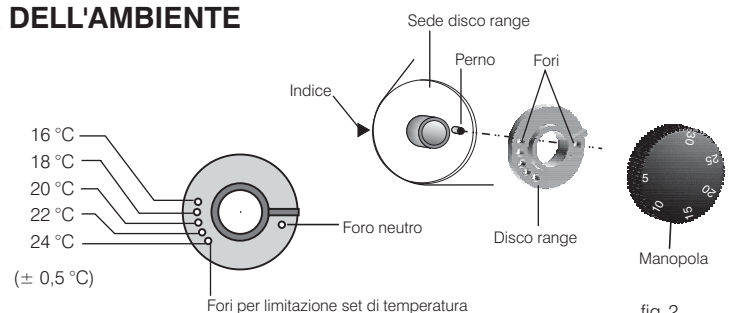

fig. 2
- Estrarre il "disco range", quindi reinserirlo facendo corrispondere il foro relativo alla temperatura massima desiderata con il perno situato sul termostato (fig. 2).